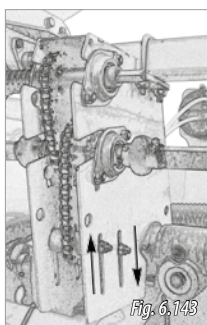

Fig. 6.143
- 3- Cu ajutorul a două chei, slăbiți întinzătorii (Fig. 6.143).